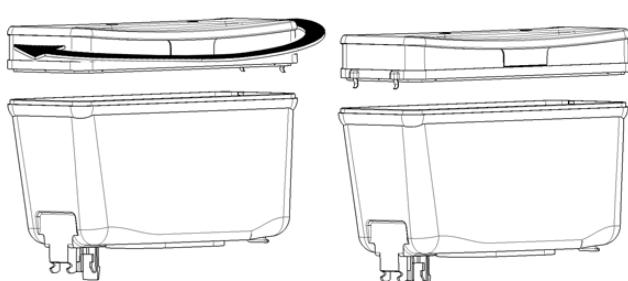

Bild 1
- 9 Drehen Sie den Behälterdeckel um 180°, um das Licht auszuschalten.(Bild 1)